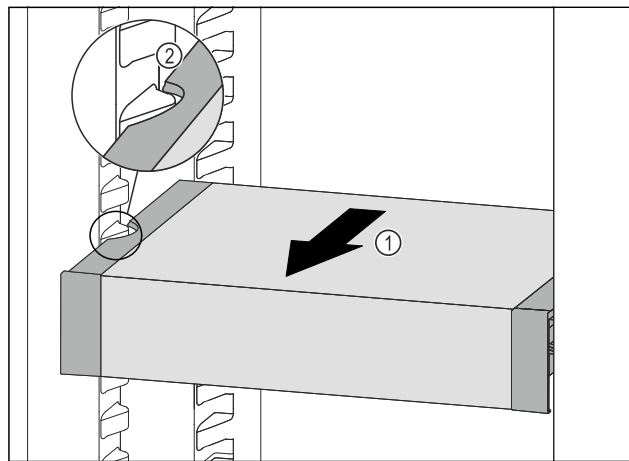

Fig. 188
- Tërhiqni VarioSafe për nga përpara *Fig. 188 (1)*, derisa foletë anësore të VarioSafe të jenë në lartësinë e brinjëve të kutisë në pjesën e ftohjes. *Fig. 188 (2)*